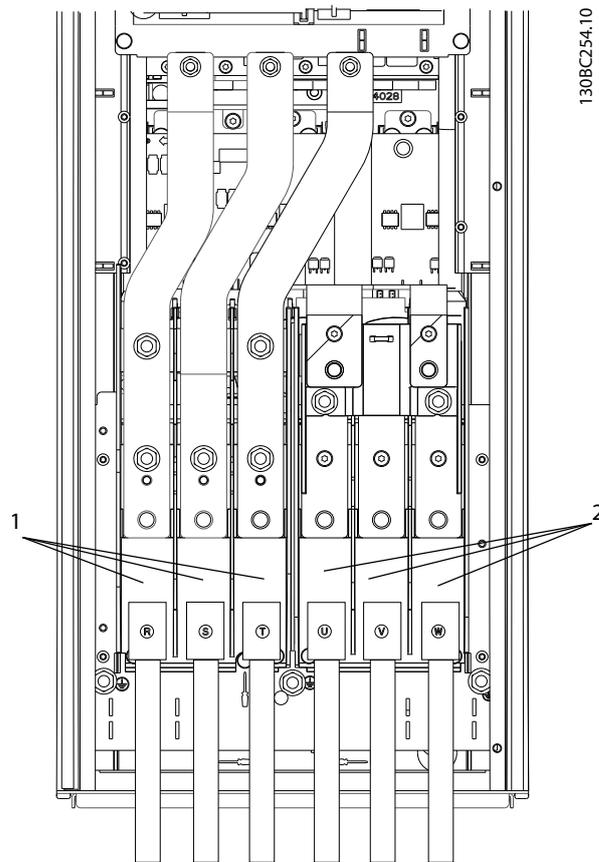

图 2.11 连接到交流主电源
- 将三相交流输入功率线路连接至端子 L1、L2、L3 (请参阅 *图 2.11*)。